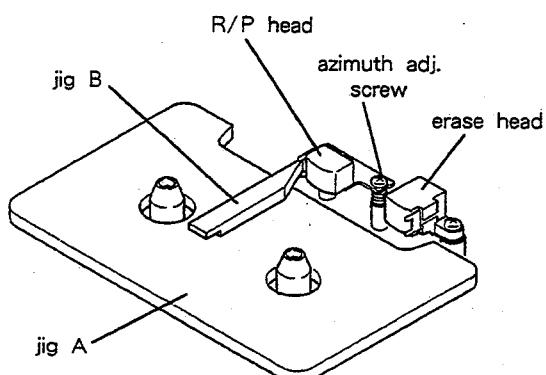

Fig. 2-7
- 1). Set jig A as shown in Fig. 2-7, then set the deck to PLAY mode.
- 5). Play back the 10 kHz signal on test tape MTT-256, then adjust the azimuth adjustment screw (Fig. 2-7) so that the phase difference between the L and R channels is 0°.
- 1). 図2-7のように治具 A をセットし、PLAY モードにする。
- 5). テスト・テープ MTT-256の10kHzを再生して、LchとRch の位相差が  $0^\circ$  になるようにアジャス調整ネジ (図2-7) で調整する。